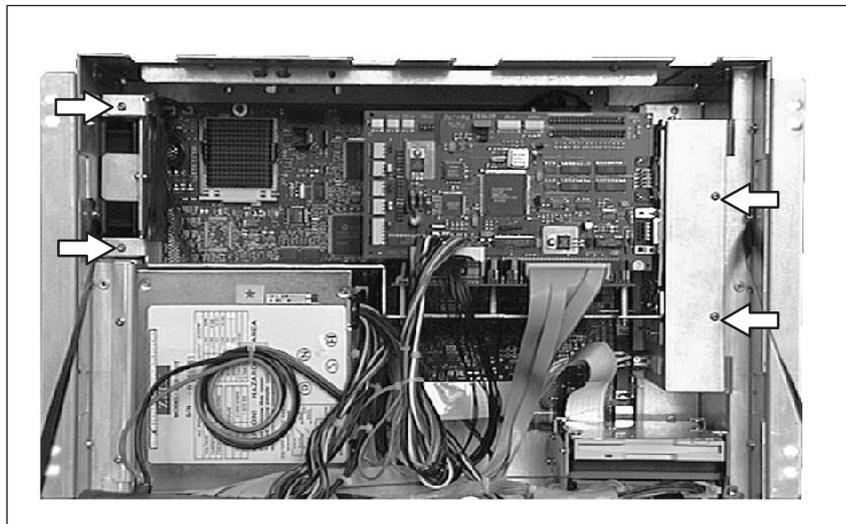

Bild 1-18 Befestigung des Querträgers am Systemgehäuse
- Lösen Sie die beiden Schrauben auf der rechten Seite des Querträgers (Siehe Bild 1-18) und die beiden Schrauben links oben am Lüfterkäfig.